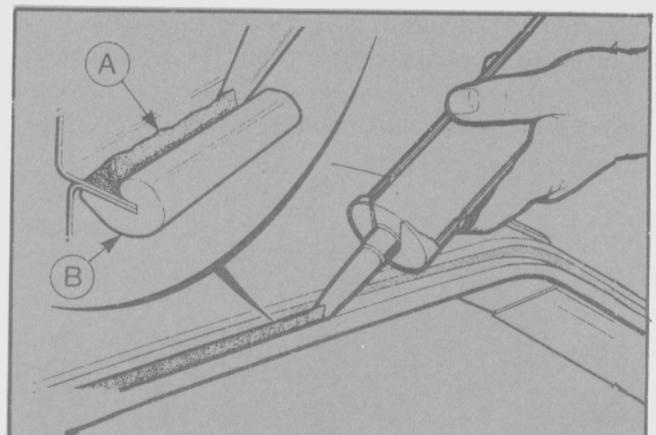

Fig. 44 - Aplicación del cordón de adhesivo y su espesor correcto.
- Apoyar la boquilla aplicadora contra la moldura interior y aplicar un cordón de adhesivo a lo largo del marco. El contorno del cordón debe ser igual al ilustrado en la figura 44 y 5 mm más alto que la moldura interior (Fig. 44).